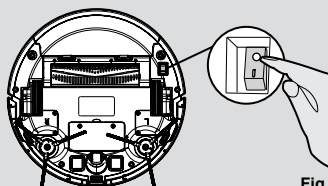

Fig. 9
Sätt på robotdammsugaren med on/off-KnaPpen på undersidan (I). [Fig. 9] Sätt ned den framför laddningsstationen.
1. Tryck på ON/OFF-knappen på undersidan av roboten. [Fig. 9]